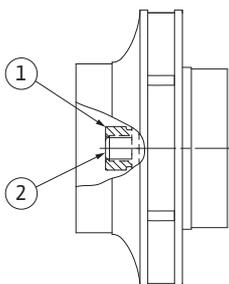

Fig. 53: Posizione corretta del dado girante dopo il montaggio
29. Tenere fermo l'albero (vedi operazione 24) e serrare il dado girante con la coppia di serraggio prescritta (vedi elenco "Tabella 11: Coppie di serraggio delle viti" a pagina 120). Il dado (fig. 53, pos. 1) deve essere circa $\pm 0,5$ mm a filo dell'estremità dell'albero (fig. 53, pos. 2). Se ciò non dovesse accadere, allentare il dado e ripetere le operazioni da 25 a 29.